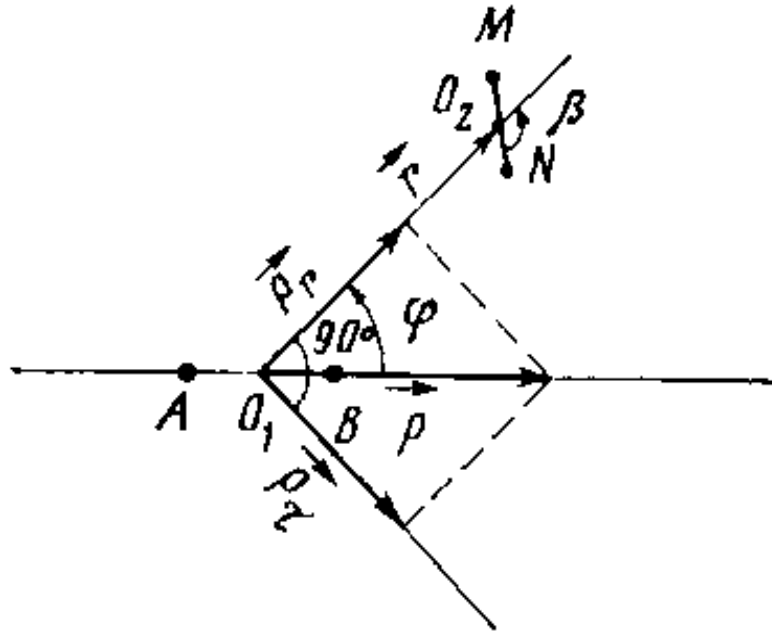

Рисунок 3 - Дипольная установка
7. Дипольные установки. Эти установки были предложены М. Альпиным. Они получаются из четырехточечных, если питающие AB и измерительные MN электроды сближены настолько, что длины отрезков r_{AB} и r_{MN} много меньше, чем расстояние между центрами этих отрезков (рис. 3).
Различают следующие типы дипольных установок в зависимости от угла φ между осью питающего диполя AB и радиусом-вектором $\vec{r}$, соединяющим центры диполей, а также от угла β между осью измерительного диполя MN и r (см. рис. 3): а) азимутальная ($\beta = \pi/2$); б) радиальная ($\beta = 0$); в) параллельная ($\beta = \varphi$); г) осевая ($\varphi = 0, \beta = 0$); д) экваториальная ($\varphi = \pi/2$).
Для азимутальной установки (см. рис. 3)